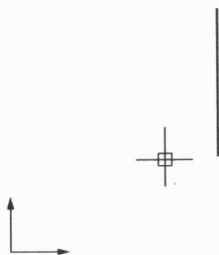

图 2-4 垂直动态直线
(3) 向上移动鼠标,屏幕上动态地显示一条直线,其中一个端点固定于刚才选定的点,另外一点随光标的移动而移动,由于在步骤(2)中锁定了“正交”方式,因此动态直线只能沿 X 轴和 Y 轴的方向移动,如图 2-4 所示。